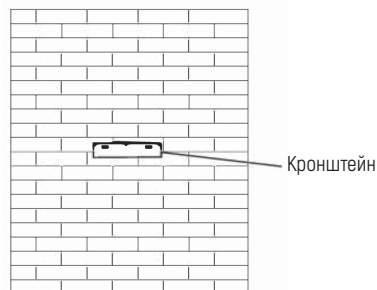

Рис. 2
4. Закрепите кронштейн наружного воздуховода и убедитесь, что внутренняя труба может свободно регулироваться по высоте. См. рис. 2.